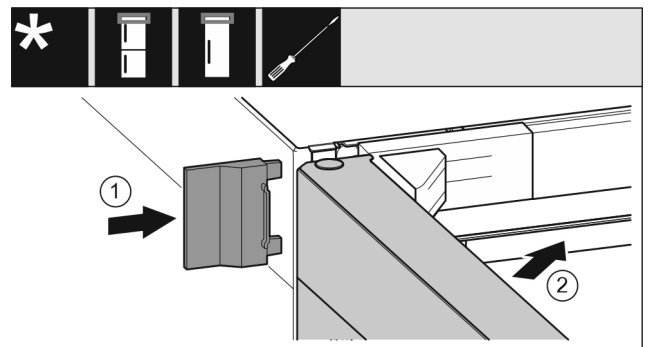

Fig. 21
- ▶ Äußere Abdeckung aufchieben. Fig. 21 (1)
- ▶ Obere Tür schließen. Fig. 21 (2)